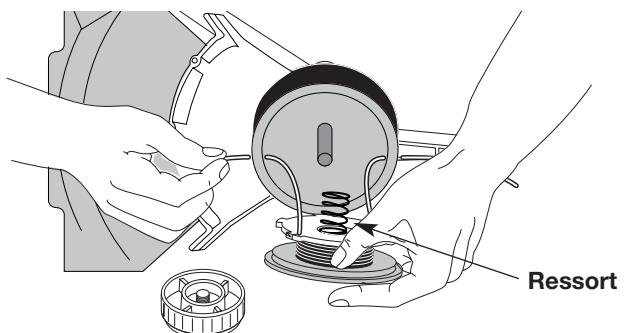

Fig. 39
13. Insérez les extrémités du fil dans les œilllets de la bobine extérieure et placez le moulinet et le ressort dans la bobine (Fig. 39). Enforcez le moulinet et la bobine ensemble. Tout en tenant le moulinet et la bobine, saisissez les extrémités et tirez fermement pour dégager le fil des fentes de retenue de la bobine.
- Insérez les extrémités du fil dans les œillets de la bobine extérieure (Fig. 39).